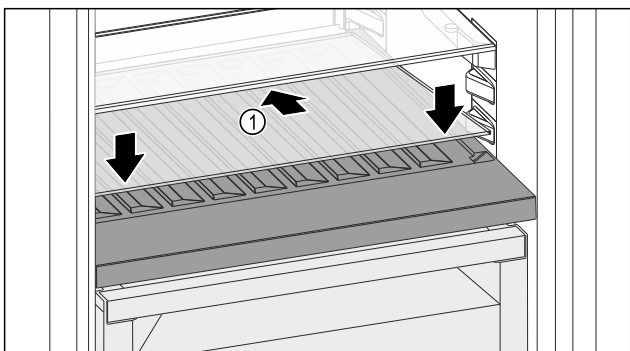

Fig. 88
- ▶ Вставьте стеклянную пластину Fig. 88 (1) наискосок и с уклоном назад вниз.
- ▶ Опустите стеклянную пластину Fig. 88 (1) спереди.